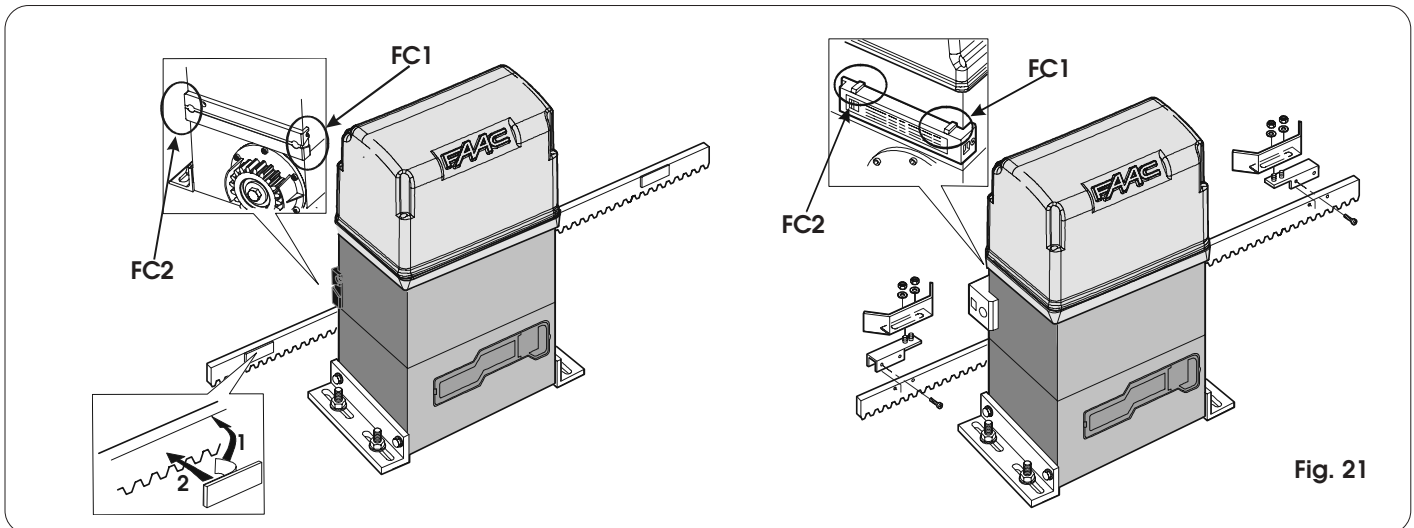

Fig. 21
- Desbloqueen el operador y, deslizando manualmente la cancela, comprueben que los fines de carrera funcionen correctamente verificando los diodos de estado de las entradas (véase párrafo 6.1.). Mirando la cancela desde el lado donde está instalado el operador, el diodo FC1 debe apagarse cuando se alcanza la posición de parada de movimiento de izquierda a derecha, y FC2 debe apagarse cuando se alcanza la posición de parada del movimiento de derecha a izquierda (véase también la fig. 21).